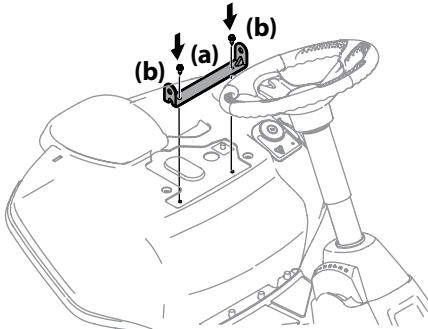

Figura 2-6
- Alinee el soporte del asiento (a) en su lugar sobre los orificios de los pernos autorroscantes (b) que extrajo, como se indica en la Figura 2-6.
- Con una llave de trinquete de $\frac{1}{4}$ in y una llave de cubo de $\frac{3}{8}$ in, sujetelso soporte del asiento con los pernos autorroscantes que extrajo en el Paso 2. Consulte la Figura 2-6.